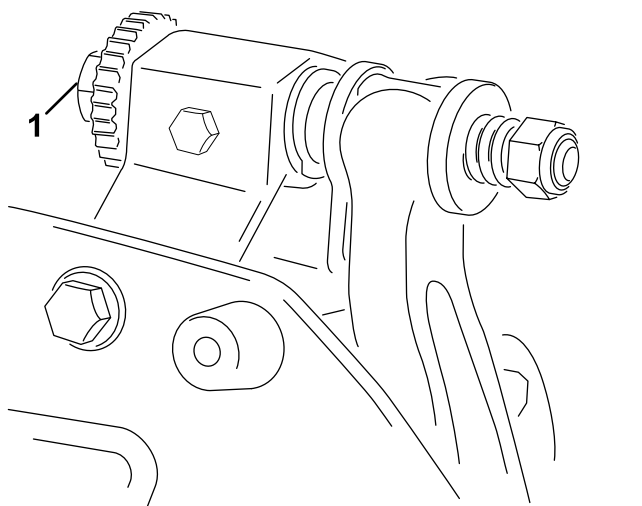

Figura 6
- A. Rotii uruburile de reglare pentru bara de cadru în sensul acelor de ceasornic (Figura 6), cu câte 1 clic, până când simii i auzii realizarea unui contact uor.
6. Rotii urubul de reglare drept al barei de cadru (Figura 6) până când simii o presiune uoară pe pana de fixare la glisarea dintr-o parte în alta. Îndepărtați pana de fixare.